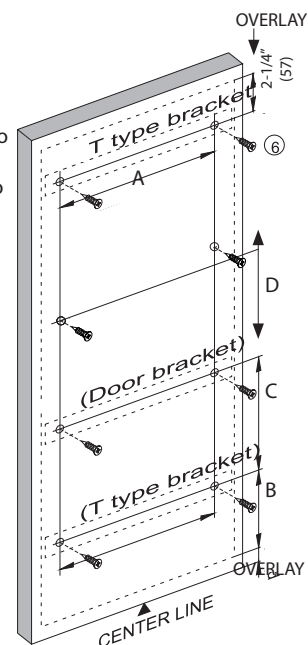

fig. 9
11) Reportez-vous à la figure 9. La première étape consiste à calculer le recouvrement. Mesurez la porte, puis mesurez l'ouverture de l'armoire. Recouvrement = Largeur de la porte moins l'ouverture de l'armoire divisé par 2. Par exemple, la porte a 12 ½" de largeur, l'ouverture est de 12". $12\frac{1}{2} - 12 = \frac{1}{2}$ ", puis diviser par 2. Le recouvrement est de ¼".